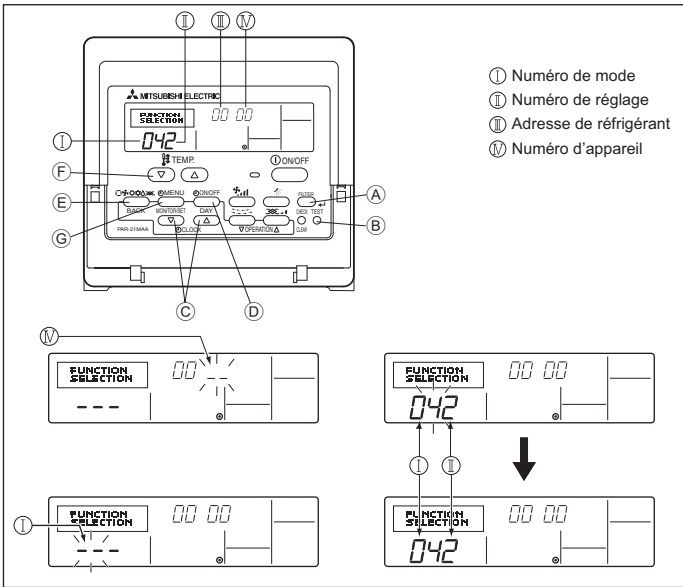

Fig. 6-9
1) Pour la télécommande à fil (Fig. 6-9)
- ① Passer au mode de réglage des fonctions.